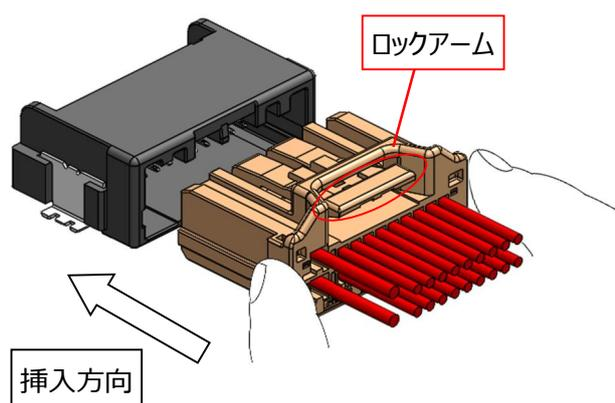

図 40.メスコネクタ挿入方向
- ①リテーナ装着作業が完了しているメスコネクタを、図 40 に示す方向でカチッと音がするまでまっすぐ押し込んでください。